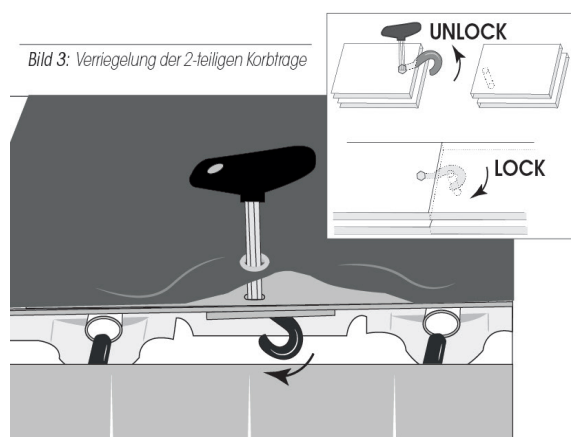

Bild 3: Verriegelung der 2-teiligen Korbtrage
2. Verriegeln Sie den zentralen Verschluss bis zum Anschlag mittels des mitgelieferten Innensechskantschlüssels (Bild 3). Dieser ist in einer integrierten Tasche am Patientenrückhaltegurt verstaut.